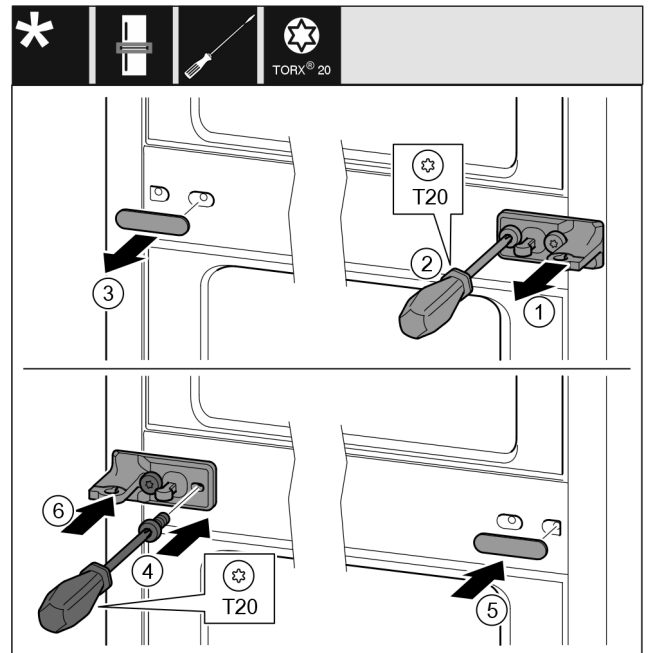

Fig. 11
- ▶ Skinite podložnu pločicu. Fig. 11 (1)
- ▶ Odvijačem T20 odvijte vijke. Fig. 11 (2)
- ▶ Oprezno skinite pokrov. Fig. 11 (3)
- ▶ Čvrsto zavijte podložak ležaja s folijom okrenuto za 180° na drugoj strani. Fig. 11 (4)
- ▶ Postavite pokrov okrenut za 180° na drugoj strani. Fig. 11 (5)
- ▶ Nataknite podložnu pločicu s prednje strane. Fig. 11 (6)